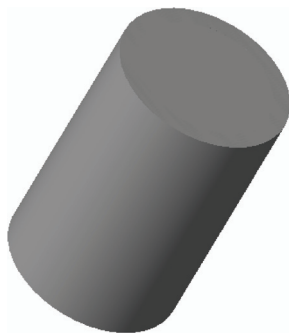

图 9-50 创建填充曲面
STEP 04 单击“完成”按钮,即可创建填充曲面,效果如图 9-50 所示。